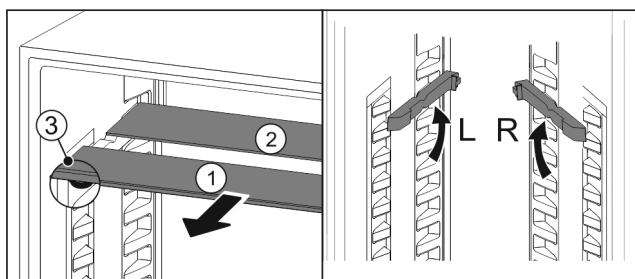

Fig. 50
- Sortir les tablettes par l'avant Fig. 50 (1).
- La tablette en verre Fig. 50 (1) avec bordure décorative est située à l'avant.
- Les butées Fig. 50 (3) sont orientées vers le bas.